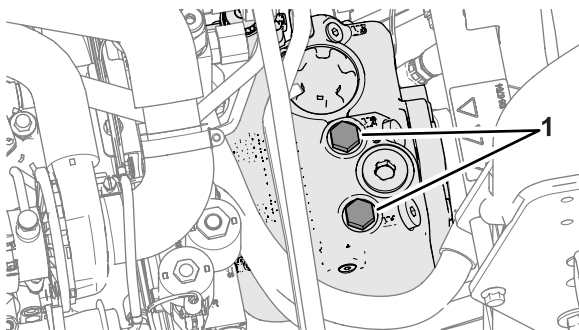

Bild 36
1. Öffnen Sie die Motorhaube und ermitteln Sie die Überdruckventile (Bild 36), die sich oben an der Pumpe hinter dem Akku- bzw. Ablagefach befinden.